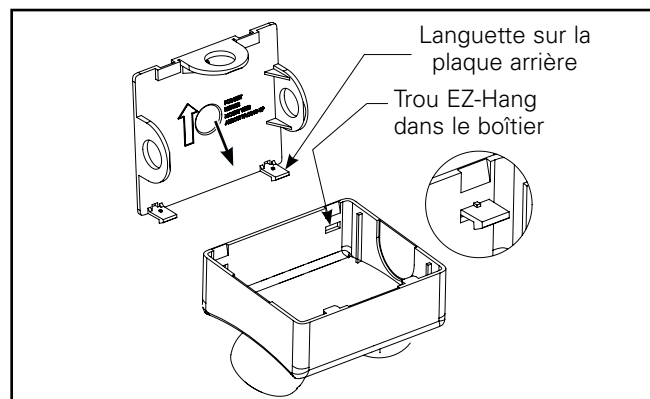

Figure 2.
4. Fixez la plaque arrière à la boîte de jonction à l'aide de vis. Une fois la plaque arrière installée, le luminaire peut être accroché aux boutons-pression EZ-Hang pour accroître la facilité d'installation. (Voir la figure 2)